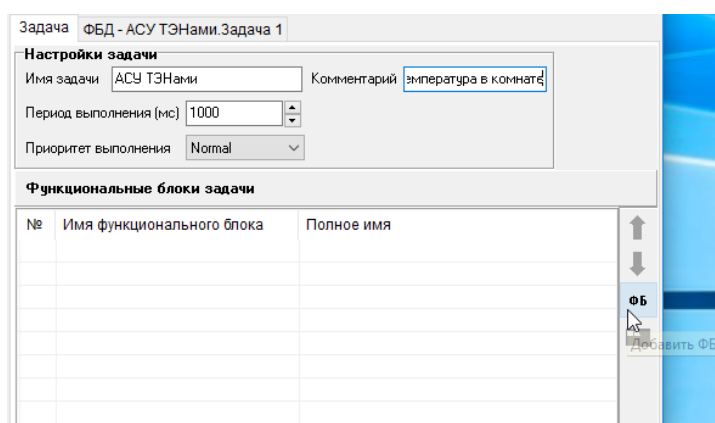

Рис. 5.5. Добавление ФБ с помощью кнопки на вкладке Задача
1. Кнопка **ФБ** Добавить объект на панели справа таблицы "Функциональные блоки задачи" (рис. 5.5).